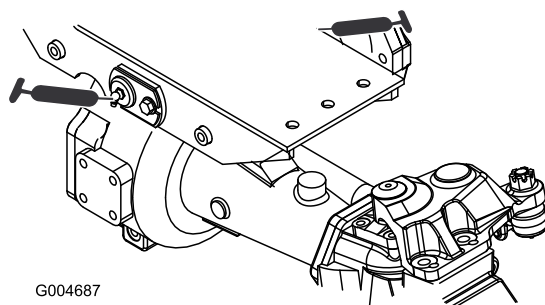

Figura 37
- Dois casquilhos da articulação do eixo traseiro e frontal (Figura 37)